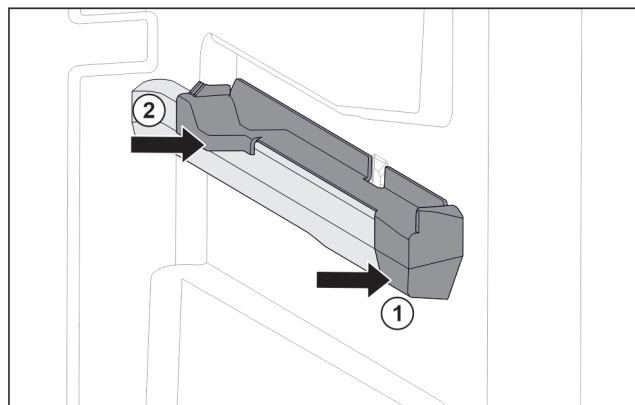

Fig. 83 Násuvný diel na pravom rebro nádoby
- Nasadíte násuvný diel vpredu na rebro nádoby. Fig. 83 (1)
- Prítlačte násuvný diel vzadu. Fig. 83 (2)